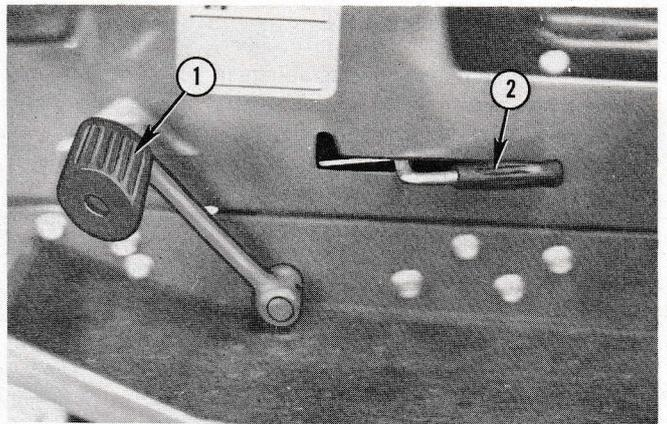
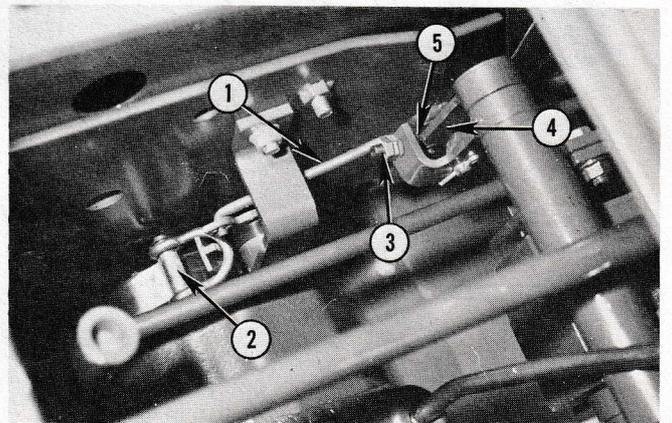

Fig. 30 – Réglage du frein
Fig. 31 – Réglage du frein
3. En ayant la pédale de frein et d'embrayage (N° 1, Fig. 30) en position haute, augmenter le jeu entre la tête de boulon (N° 5, Fig. 31) et le bras de frein (N° 4). Recommencer l'opération (N° 1) et régler au besoin. Puis, serrer l'écrou (N° 3).